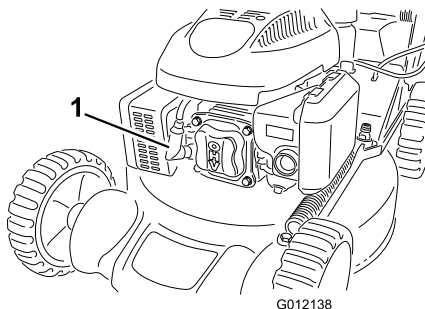

Figure 18
2. Débranchez le fil de la bougie (Figure 18) avant de procéder à un quelconque entretien.
2. Débranchez le fil de la bougie (Figure 18).